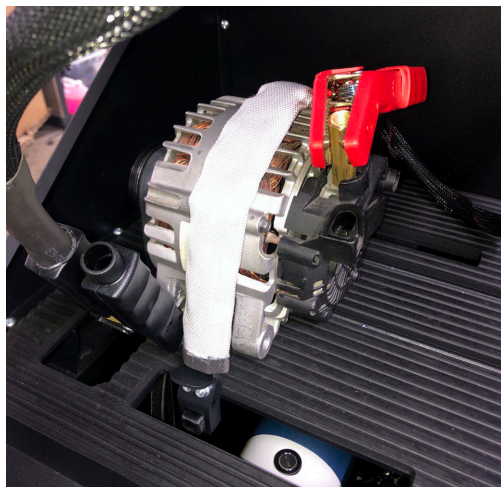

Рисунок 16. Підключення силових проводів до генератора
7. Підключіть чорний силовий дріт "В-" на корпус агрегата, а червоний силовий дріт "В+" до адаптера, див. рис. 16.